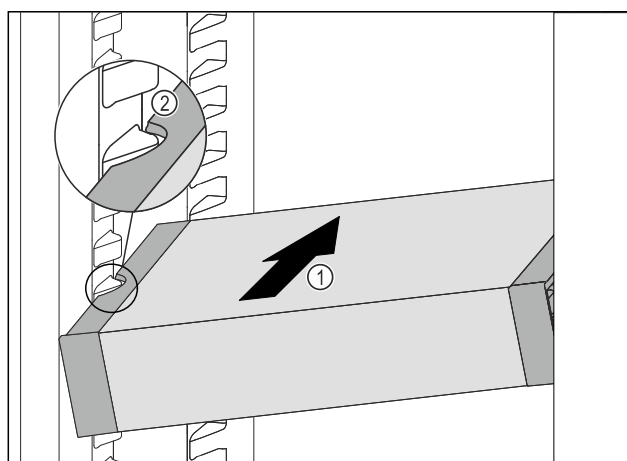

Fig. 101
- ▶ Вкарайте VarioSafe под ъгъл в хладилната част Fig. 101 (1), докато страничните прорези Fig. 101 (2) на VarioSafe се намират на височината на реброто на съда в хладилната част.